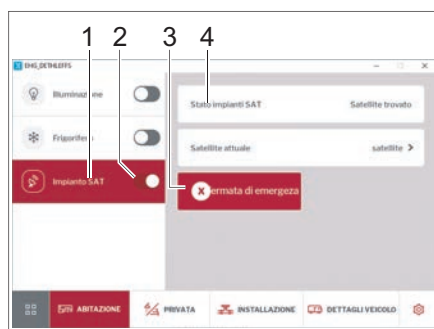

Fig. 258 Impianto satellitare
- Accendere o spegnere (Fig. 258,2) l'impianto satellitare con l'interruttore a scorrimento.
- Digitare il pulsante *Impianto SAT* (Fig. 258,1). Il satellite selezionato viene visualizzato (Fig. 258,4).
- Digitare il pulsante *Arresto di emergenza* (Fig. 258,3), se l'impianto incontra una resistenza.